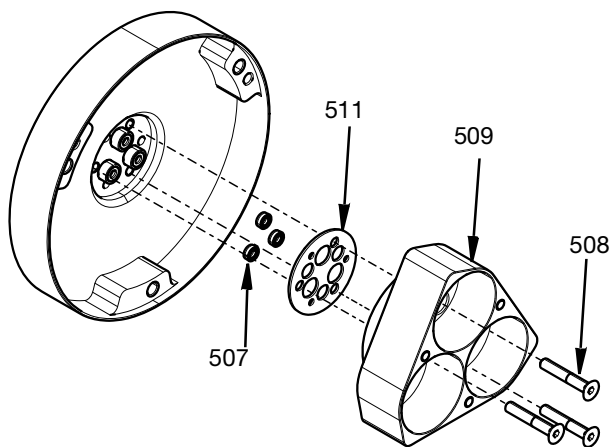

FIG. 14
6. Rimuovere le tre viti M4 (508) che fissano il corpo del cilindro dell'aria (509). Una volta rimosso il corpo del cilindro dell'aria, la guarnizione del corpo del cilindro (511) e le guarnizioni di tenuta dell'asta (201) possono essere rimosse. Per la rimozione delle guarnizioni dell'asta, vedere **Kit attrezzi di inserimento e rimozione delle guarnizioni, 25T489**, pagina N. 36. Vedere FIG. 14.